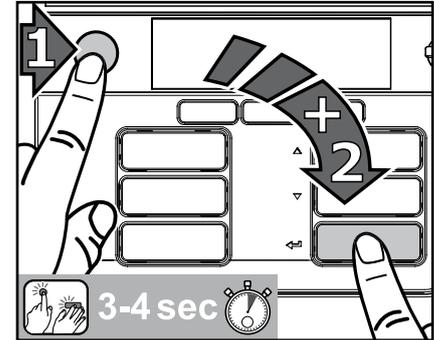

Abb. 24
1. Drücken Sie zuerst den STOPP-Taster, dann die Entertaste  und halten Sie beide 3-4 Sekunden gleichzeitig gedrückt, um in den Reinigungsmodus zu kommen. (Abb. 24)